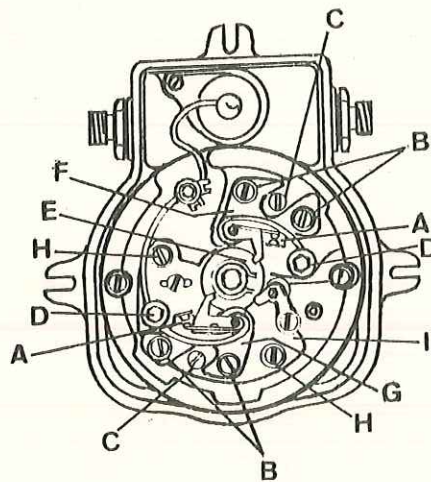

Fig. N2-51 Distribuidor apantallado
- 1.2. Desmontar los tornillos, B (Fig. N2-51) de fijación del ruptor n° 1, F. Desmontar a continuación la tuerca, D, de fijación del muelle del ruptor móvil. A partir de este momento, se puede desmontar el conjunto del ruptor n° 1.
- 1.3. Para desmontar el conjunto del ruptor n°2, se soltarán primero, los dos tornillos, B (Fig. N2-51) de fijación del conjunto, a continuación se soltará la tuerca, D, de fijación del muelle del ruptor móvil, y se extraerá el casquillo de aislamiento y el cable de conexión del circuito primario. A partir de este momento, se puede desmontar el conjunto del ruptor n° 2.